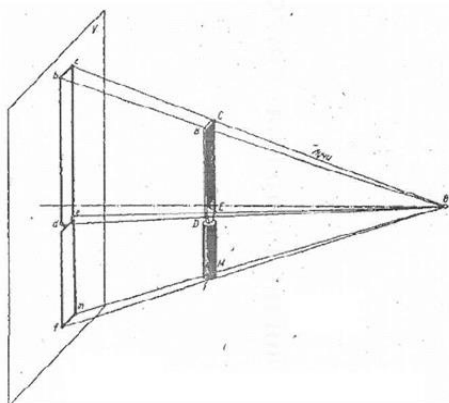

Рис.4.1
Так; например, центральная проекция получается таким образом: из точки O (рис. 4.1), называемой точкой схода лучей, мысленно проведем ряд лучей через все наиболее характерные точки B, C, D, E, F, M до пересечения с плоскостью проекций — в точках b, c, d, e, f и m . Затем эти точки соединим между собой линиями и получим фигуру, являющееся центральной проекцией. Рассматривая центральную проекцию, заметим, что изображение
1. По заданным в таблице координатам построить наглядное изображение точек A, B, C и D и эпюры этих точек. Для построения каждой точки выполнить отдельный чертеж рис. 4.1. При построении наглядного изображения ось OY проводится из точки O под углом 45° к горизонтали; по оси OY откладывается половина заданного в таблице размера, по осям OX , OZ , — натуральная величина.